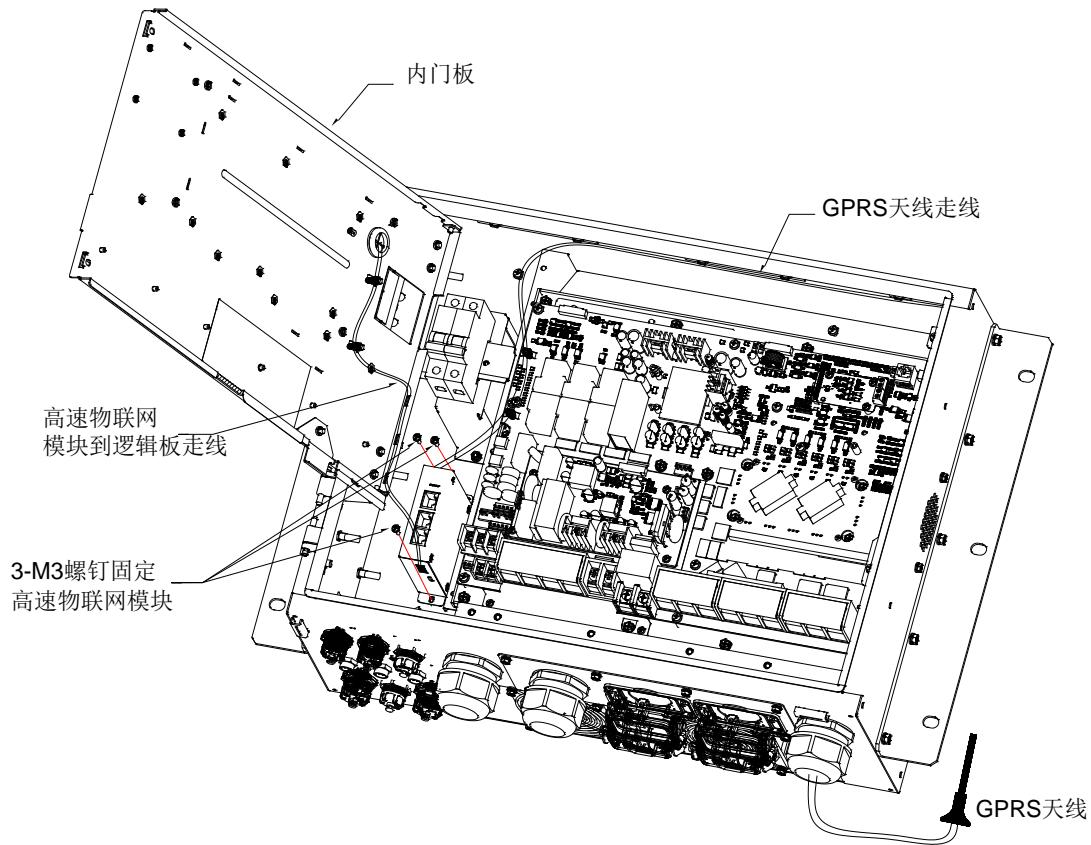

图 B-3 高速物联网模块安装
1、如图 B-3 打开内门，用 3 个 M3 螺钉把高速物联网模块固定在钣金箱体上，到逻辑板线缆穿过内门板上密封圈，GPRS 天线如图 B-3 走线。